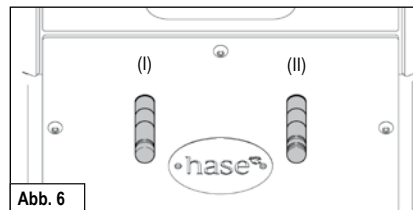

Abb. 6
Primärluft und Sekundärluft vollständig öffnen.	Primär (I) - und Sekundärluftschieber (II) komplett herausziehen. (s. Abb. 6)